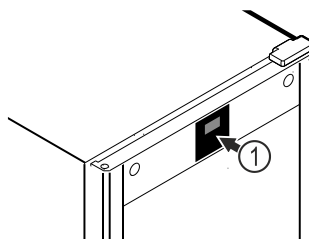

Fig. 51 Simbolična slika
Termometer je umerjen tovarniško (zamik +6 stopinj Kelvina). Če temperatura v notranjosti odstopa od prikazovalnika temperature Fig. 51 (1), lahko umerite termometer.